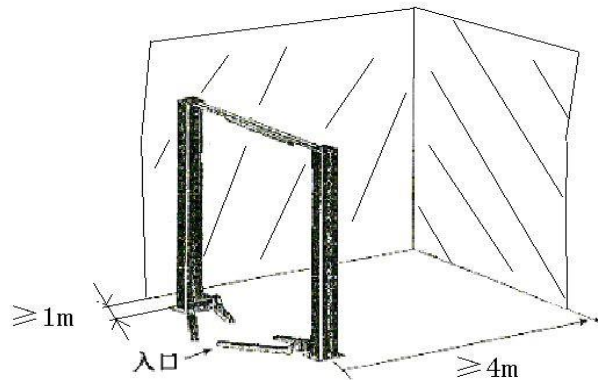

Рис. 8
- Необходимо предусмотреть достаточно места перед и за подъемником для размещения некоторого числа автомобилей, см. рис. 8.(по 4м от центра подъемника до стен)